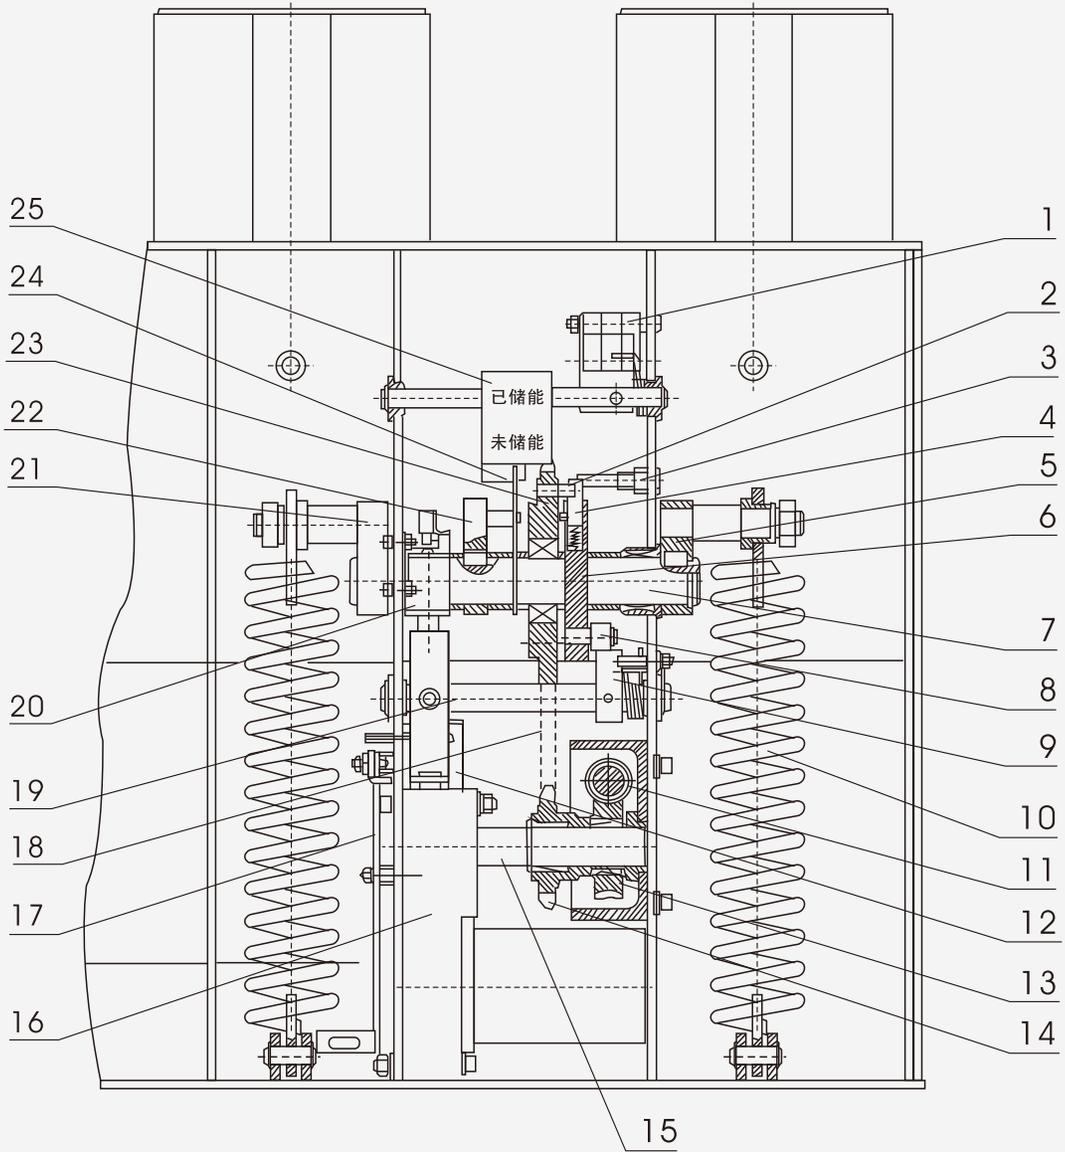
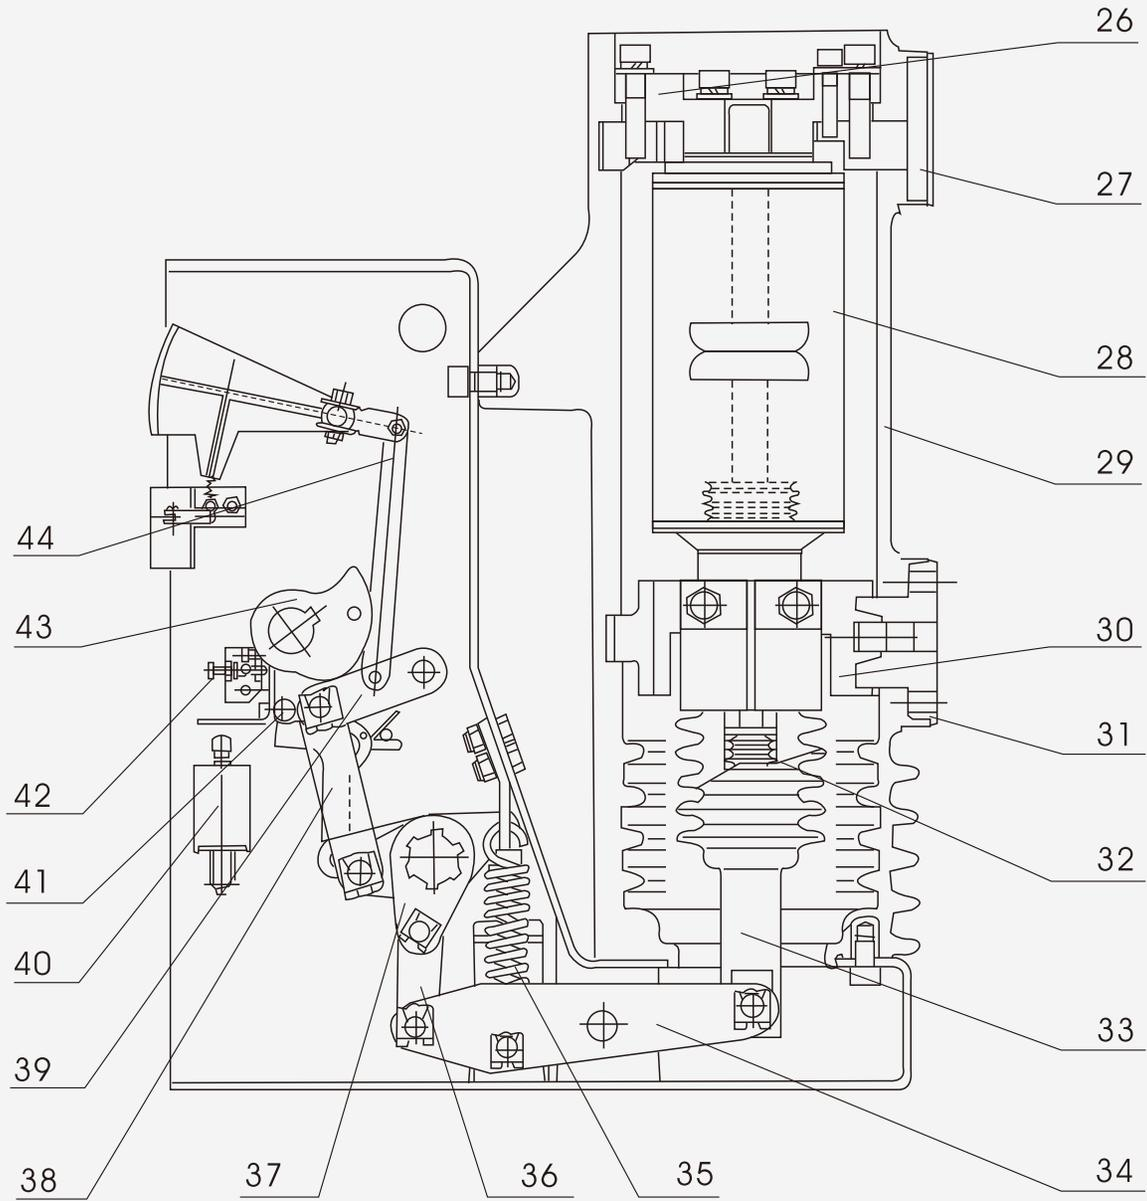

图 1
图 2
6.1.2 断路器在合闸位置时主回路电流路径：（参见图2）
6.2 操动机构（参见图1、图2）